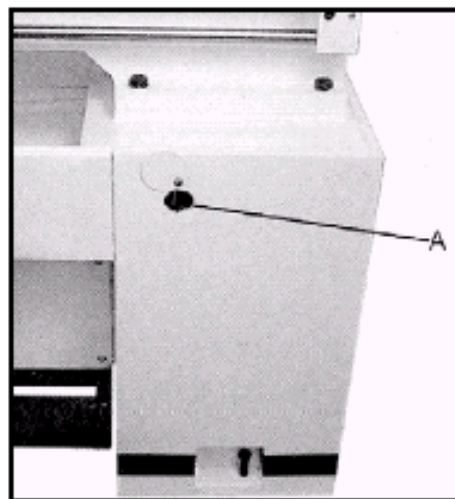

Рис.3
Вставьте 2 достаточно толстых стальных прутка в 4 отверстия станины станка (А, Рис. 3).
Рис.3а
**ВНИМАНИЕ:** В транспортном положении продольный суппорт станка зафиксирован винтом! При подготовке станка к работе необходимо отвернуть фиксирующий винт (Рис.3а), во избежание повреждения шестерен.